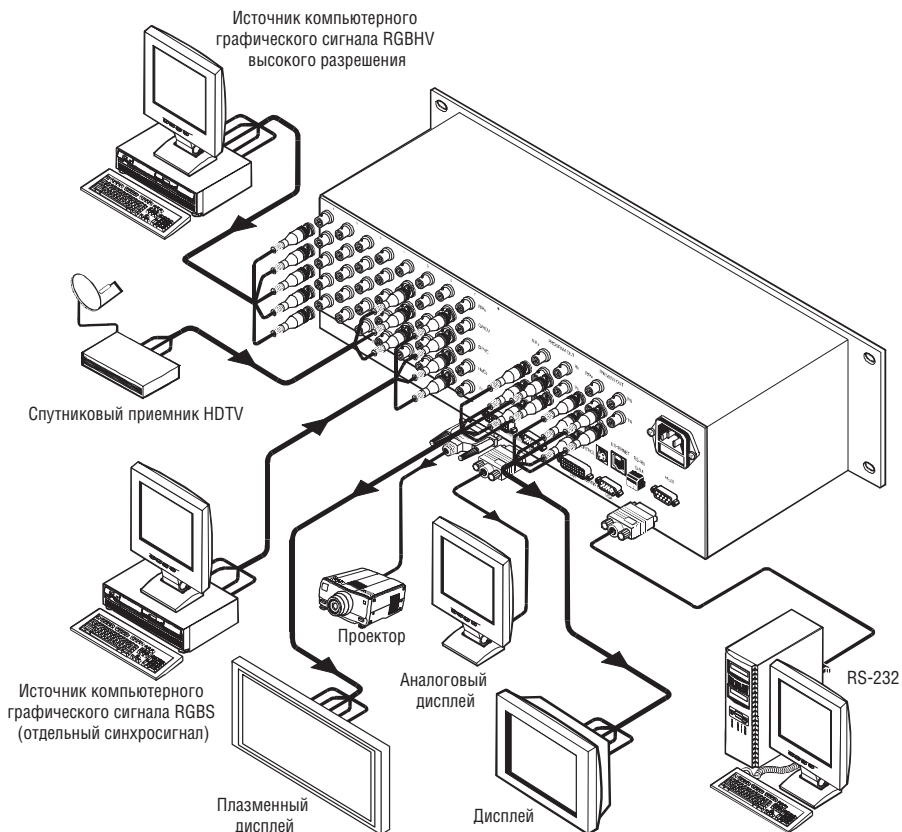
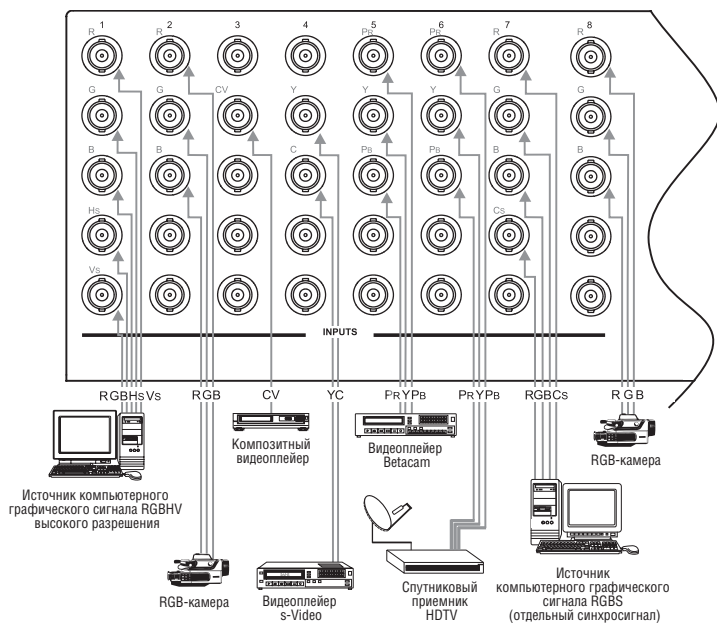
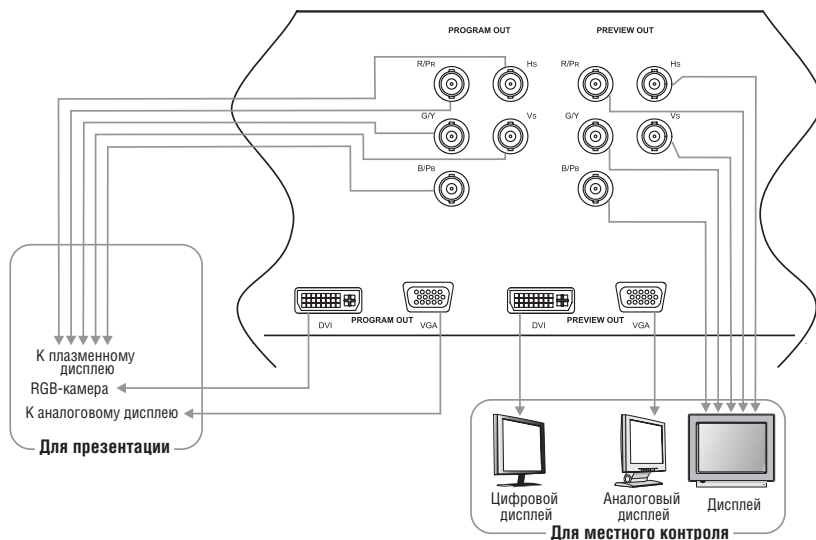

Рис. 3. Подключение источников и приемников сигнала к VP-727
Рис. 4. Пример подключения источников сигнала к VP-727
Рис. 5. Подключение приемников сигнала к контрольному и программному выходам
**VP-727** — универсальный презентационный матричный коммутатор и масштабатор, предоставляющий широкую свободу в выборе источников сигнала и способов их подключения. Например, к прибору можно подключить только три источника: сигналы RGBHV, HDTV и RGB (как показано в примере на рис. 3). При необходимости можно подключить до восьми источников сигнала, например RGBHV, два источника RGB, по одному источнику композитного, Y/C, компонентного, HDTV и RGBCs (как на рис. 4).
Пример подключения к **VP-727** источников сигнала различных форматов показан на рис. 4. На рис. 5 дан пример использования программного и контрольного выходов.
3. Подсоедините приемники сигнала к группе разъемов программного выхода *PROGRAM OUT* (рис. 5)
4. Подсоедините приемники сигнала к группе разъемов контрольного выхода *PREVIEW OUT* (рис. 5):
**VP-727** — универсальный презентационный матричный коммутатор и масштабатор: его входы могут работать с сигналами различных форматов (см. примеры на рис. 3 и 4 в разделе 6).